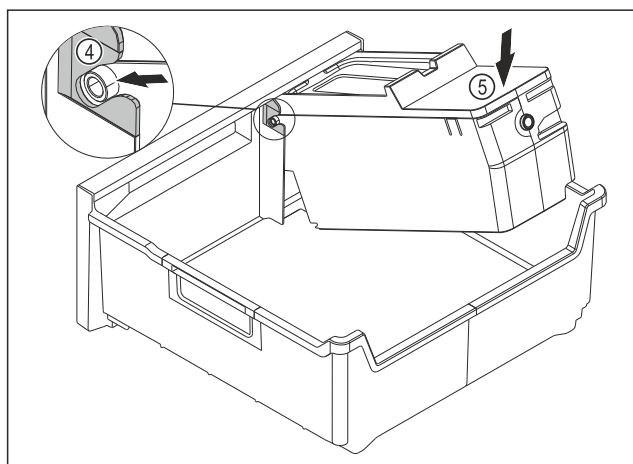

Fig. 135
- ▶ EasyTwist-Ice-corporus monteren: Assen van de EasyTwist-Ice-corporus in de geleidingen Fig. 135 (4) schuiven.
- ▶ EasyTwist-Ice-corporus Fig. 135 (5) achter omlaag drukken.